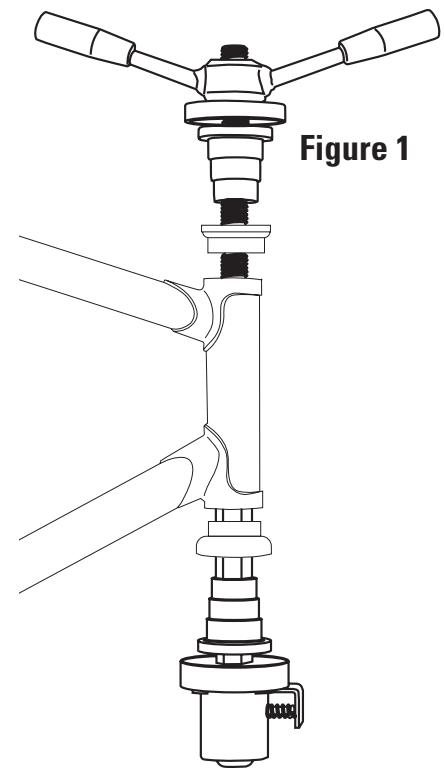

Figure 1
3. Assemble HHP-2 and headset parts as seen in Figure 1.
1. Die Presspassung für die Steuersatz-Lagerschalen im Rahmenkopfrohr prüfen. Dazu messen Sie zunächst mit einer Schieblehre den Außendurchmesser (AD) des einzupressenden Bereichs der Steuersatz-Lagerschale. Dann messen Sie den Innendurchmesser (ID) des Rahmenkopfrohrs. Da das Rahmenkopfrohr möglicherweise nicht ganz rund ist, sollten Sie den Innendurchmesser an mindestens zwei Stellen messen und den Mittelwert bilden. Die Differenz Außendurchmesser minus Innendurchmesser bestimmt die Passung, sie sollte 0,1 mm bis 0,2 mm betragen. Bei mehr als 0,2 mm besteht die Gefahr, den Rahmen oder das Werkzeug zu beschädigen. In einem solchem Fall empfiehlt es sich, den Rahmenkopf auszurästen oder Lagerschalen mit einem anderen Einpress-Durchmesser zu wählen. Bei Differenzen zwischen 0,0 mm und 0,1 mm können die Lagerschalen mit Loctite oder einem ähnlichen Kleber fixiert werden. Ist die Differenz negativ, sollte auf jeden Fall ein anderer Steuersatz verwendet werden. Beachten Sie auch die Angaben der Steuersatz-Hersteller zu speziellen Passungstoleranzen für Ihre Steuersätze.
3. Das HHP-2 und die Steuersatzkomponenten entsprechend Abbildung 1 zusammensetzen.
1. Vérifier la tolérance entre la cuvette fixe et la douille de direction. Avec un pied à coulissoise mesurer le diamètre extérieur (DE) de la partie enfoncee de la cuvette. Après mesurer le diamètre intérieur (DI) de la douille. Comme le DE pourrait ne pas être celui d'un cercle parfaitement rond, il faut mesurer au moins deux endroits et faire une moyenne. La différence entre le DE et le DI vous indiquera les besoins en tolérance de la presse. Une tolérance normale se situe entre 0.1mm – 0.2mm. Si la marge est de plus de 0.2mm il est possible que le cadre ou l'outil soit endommagé. Dans ce cas, il est conseillé d'ajuster la douille ou d'utiliser un jeu de direction avec une tolérance différente. Si la différence se situe entre 0.0 – 0.1mm, il est recommandé d'utiliser une colle de type Loctite. Si la différence est négative il est conseillé d'utiliser un autre jeu de direction. Vérifier avec les fabricants pour les spécifications qui leur sont propres.
3. Mettre en place HHP-2 et pièces de jeu de direction comme Figure 1.